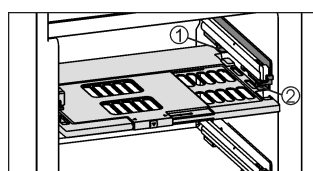

Fig. 12
- ▶ Introduzir placa reguladora de umidade: Introduzir filetes de topo da placa por baixo na retenção posterior Fig. 12 (1) e encaixar na frente na fixação Fig. 12 (2) prevista.